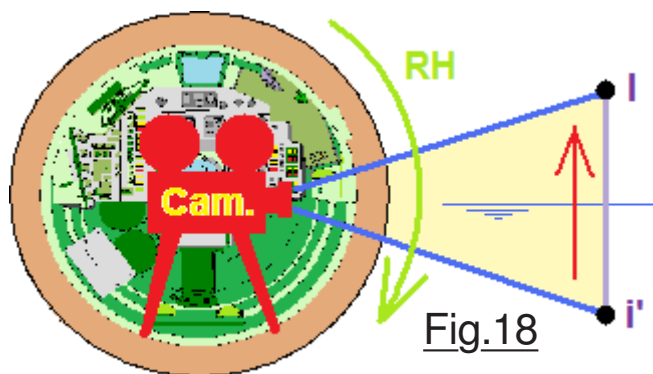

Fig.18
- **Placer Mercury en ROULIS nul** : On va encore utiliser le répéteur de la caméra de prise de vue qui observant latéralement est très influencé par les mouvements de torsion longitudinale. C'est facile à comprendre. Considérons sur la Fig.18 Mercury vue de derrière en train de tourner en roulis dans le